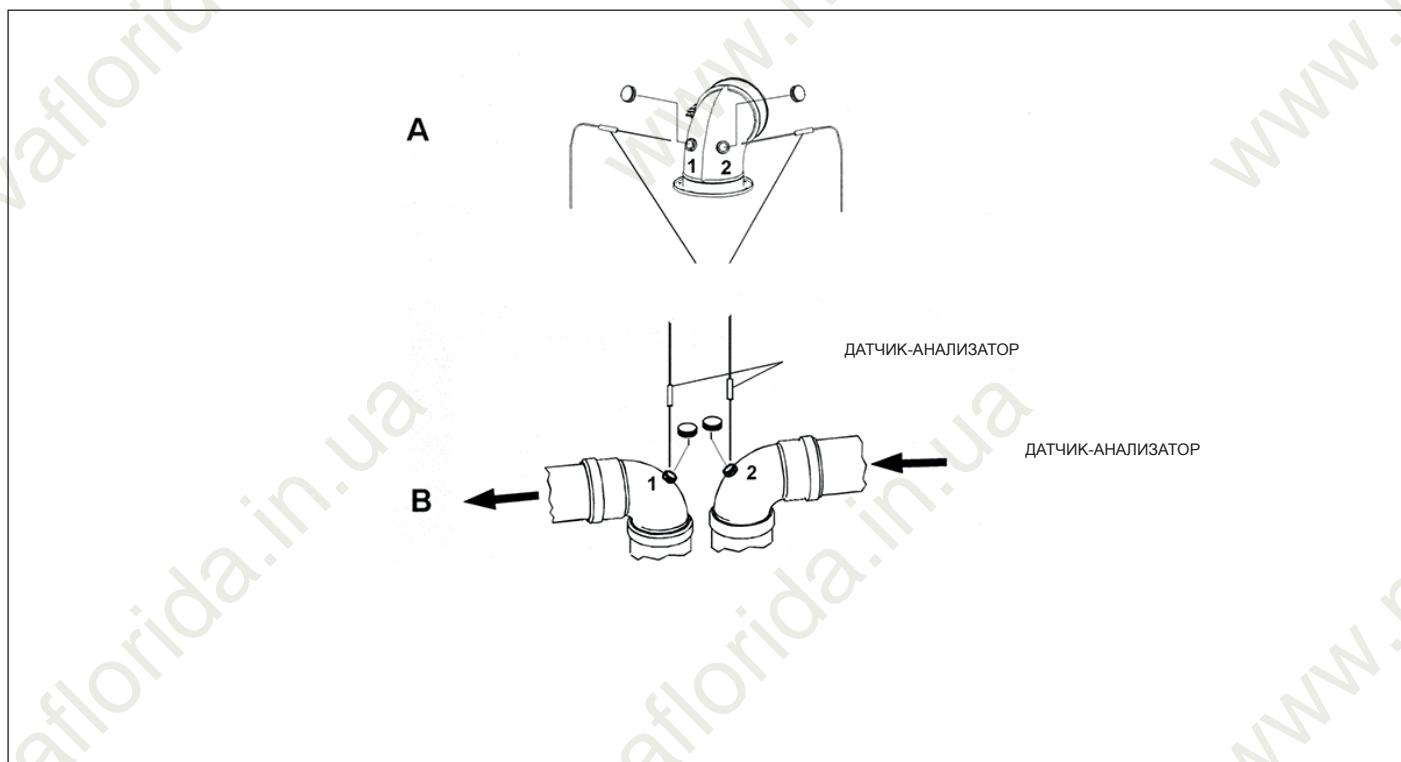

Рис. 12 Примеры мест для контроля дымовых газов
- измерить температуру воздуха для горения через отверстие 1 (см. см. (A) Рис. 12 Примеры мест для контроля дымовых газов для котлов с герметичной камерой сгорания, укомплектованных трубами со специальными отверстиями).
- измерить температуру дымовых газов и содержание CO₂ через отверстие 2 (см. см. (B) Рис. 12 Примеры мест для контроля дымовых газов для котлов с герметичной камерой сгорания, укомплектованных трубами со специальными отверстиями).
- измерить температуру воздуха для горения через отверстие 2 (см. см. (B) Рис. 12 Примеры мест для контроля дымовых газов для котлов с герметичной камерой сгорания, укомплектованных трубами со специальными отверстиями).
- измерить температуру дымовых газов и содержание CO₂ через отверстие 1 (см. см. (B) Рис. 12 Примеры мест для контроля дымовых газов для котлов с герметичной камерой сгорания, укомплектованных трубами со специальными отверстиями).